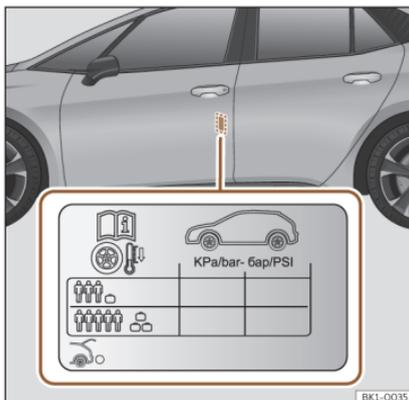

Fig. 161 Ubicación del adhesivo de la presión de inflado de los neumáticos.
- Adapte la presión de los neumáticos a la carga que lleva el vehículo»» fig. 161.
Los valores de la presión de inflado se indican en la etiqueta adhesiva situada en la zona posterior del marco de la puerta delantera izquierda»» fig. 161.
»» fig. 161.
En el caso de una rueda de emergencia minimizada (125/70 R16 o 125/70 R18), inflar a 4,2 bar de presión según se indica en la etiqueta de presión de los neumáticos »» fig. 161.
- El conductor es responsable de que todos los neumáticos del vehículo estén inflados a la presión correcta. La presión de inflado recomendada viene indicada en un adhesivo»» fig. 161.
- Con los neumáticos en frío, deberá mantenerse siempre la presión indicada en el adhesivo»» fig. 161.